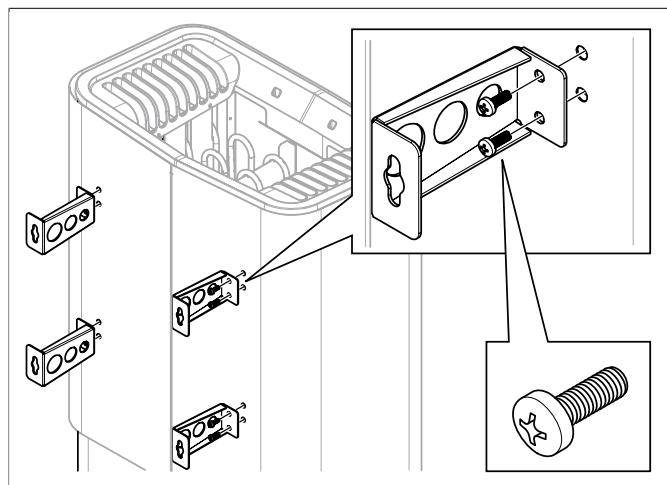

Afbeelding 8: De printplaat
Aansluiting van de elektrakabel (1) in aansluitstrook (2) (zie **Afbeelding 8**, Pagina 5) volgens het koppelschema (zie De sectie **Aansluiting/koppelschema**, Pagina 7).
4. Sluit de kabel van het bedieningspaneel (3) aan op de aansluitstrook (4 en 6) (zie **Afbeelding 8**, Pagina 5) volgens het koppelschema (zie De sectie **Aansluiting/koppelschema**, Pagina 7).
5. Sluit de kabel van de sensor (5) aan op de aansluitstrook (6) (zie De sectie **Aansluiting/koppelschema**, Pagina 7) volgens het koppelschema (zie De sectie **Aansluiting/koppelschema**, Pagina 7).
6. Sluit de eventuele verlichtingskabel aan (7) zie **Afbeelding 8**, Pagina 5 op de aansluitstrook (8) volgens het koppelschema **Afbeelding 15**, Pagina 7.